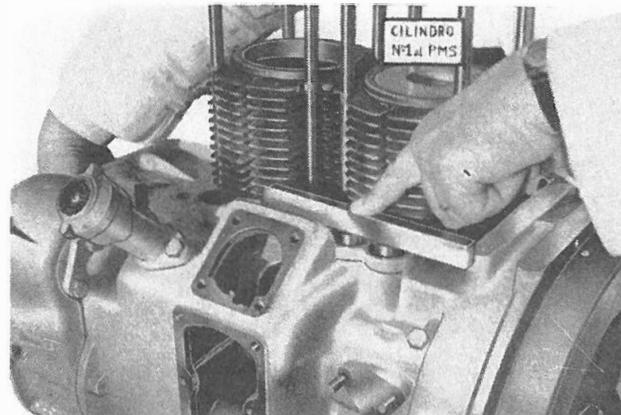

Fig. 79
- Ruotare l'albero a camme e porre le punterie in posizione d'incrocio (aspirazione apre, scarico chiude), controllando con una riga che le punterie siano alla stessa altezza (Fig. 79).
3. Rotate camshaft and align tappets in cross position (intake opens, exhaust closes), checking with a ruler to make sure tappets are at same height (Fig.79).
- Faire tourner l'arbre à cames et placer les poussoirs en position croisée(l'aspiration s'ouvrant, l'échappement se fermant), en vérifiant avec une règle que les poussoirs sont à la même hauteur (fig.79).